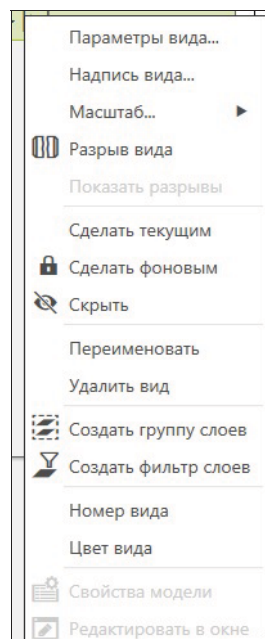

Рис. 14.3. Контекстное меню вида
- ♦ вызовите контекстное меню (рис. 14.3), нажав ПК мыши на Вид 2;
- ◆ в **Дереве чертежа** из контекстного меню **Вид 2** (рис. 14.3) вызовите команду **Масштаб**. Раскроется список масштабов. Выделите нужный — система автоматически изменила масштаб;